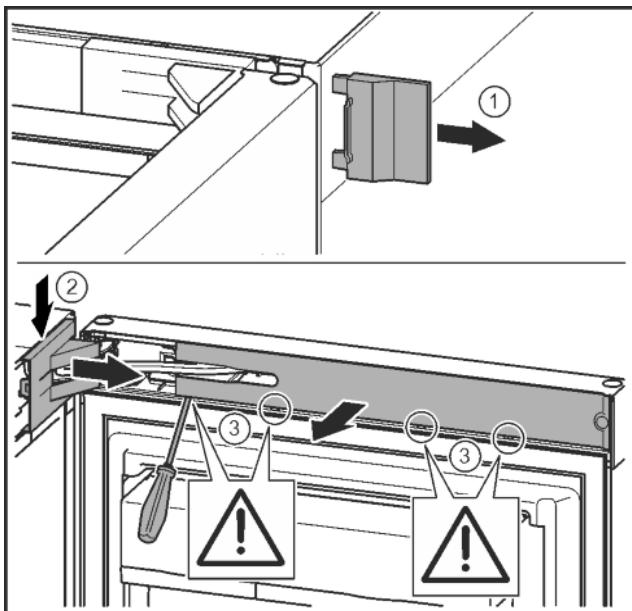

Fig. 7
- Снять внешнюю крышку. Fig. 7 (1)
- При помощи отвертки освободить от фиксаторов крышку опорного кронштейна и отсоединить. Снять крышку опорного кронштейна. Fig. 7 (2)
- Шлицевой отверткой вывести накладку из зацепления и отвести в сторону. Fig. 7 (3)